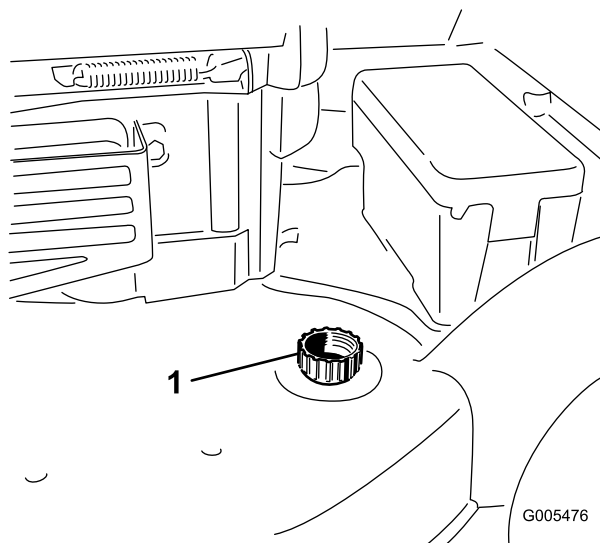

Figura 41
3. Collegate una canna da giardino al rubinetto dell'acqua ed al foro di lavaggio sulla scocca del tosaerba (Figura 41).